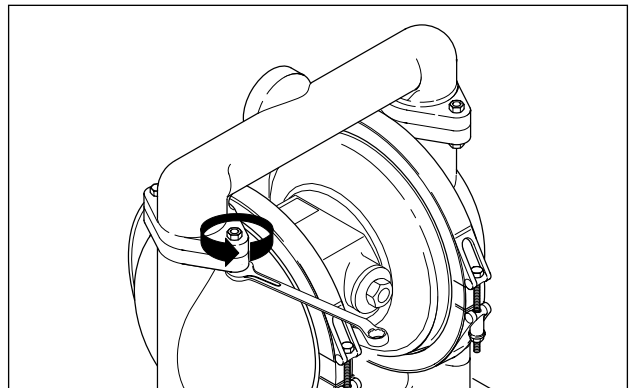

Fig. 8: Retirar la tubuladura de presión y de aspiración.
- Soltar los tornillos y desmontar las tubaduras de presión y de aspiración (Fig. 8).